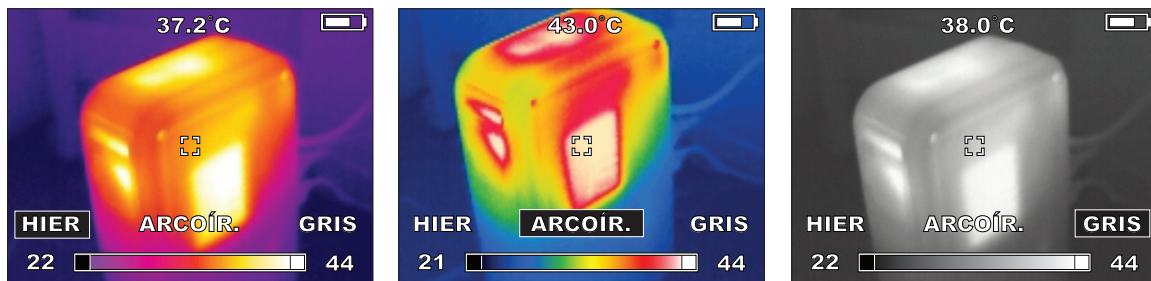

Figura 14. Opciones HIER., ARCOÍR. y GRIS de la paleta de color
La paleta de color predeterminada se llama “HIER.”. HIER., ARCOÍR. y GRIS aparecen en la figura 14. HIER. es la opción predeterminada. Resulta mejor para revelar pequeñas diferencias de temperatura.
1. Desde el modo de visualización en directo, presione y si necesita seleccionar COLOR, a continuación . Se abre la barra de menú que se muestra en la figura 14. Presione los botones de las flechas y para hacer la selección y presione para confirmar.